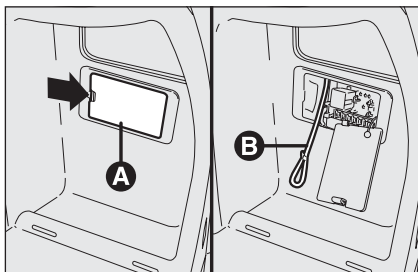

fig. 26
- aprire lo sportello **A-fig. 26** di accesso alla centralina fusibili ubicato sul lato destro del bagagliaio agendo nel punto indicato dalla freccia;